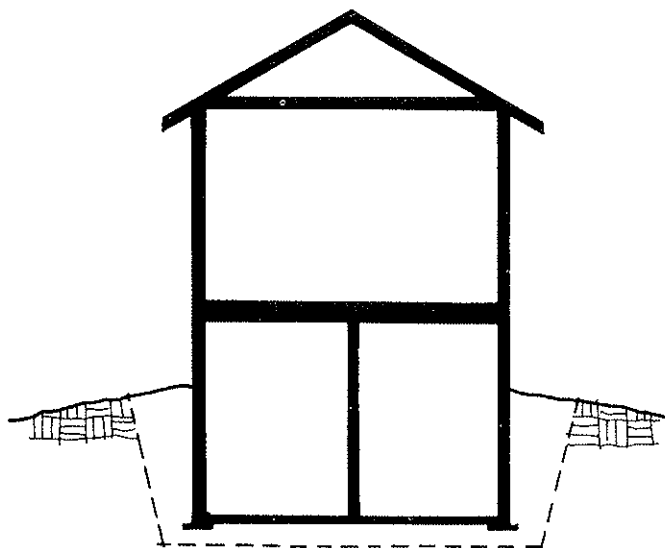

Figure 4.16 Plancher de sous-sol en dalle de béton ou avec traverse de bois
- Plein sous-sol avec dalle de béton ou plancher avec traverses en bois sur sol (voir la figure 4.16).